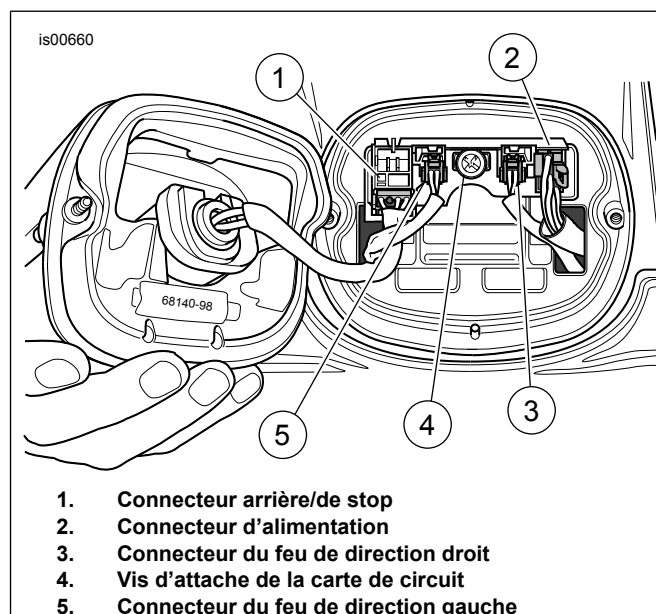

Figure 1. Retirer les connecteurs
5. Voir la Figure 1. Retirer les deux vis et le diffuseur du feu arrière de la base du feu arrière. Débrancher le connecteur de feu arrière (1) et mettre le feu arrière de côté.
6. Voir la Figure 1. Débrancher les connecteurs de feu de direction (3 et 5) et le connecteur de faisceau (2).
3. Voir la Figure 1. Raccorder les connecteurs de feu de direction (3 et 5), le connecteur de feu arrière (1) et le connecteur de faisceau d'alimentation (2).